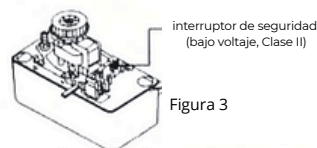

Figura 3
La bomba está equipada con un interruptor de flotador con contactos normales abiertos (NO) y normales cerrados (NC) para conectar a un circuito de control externo si se desea (ver Figura 3).